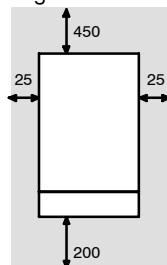

fig. 5.1
- Lasciare intorno all'apparecchio le distanze minime indicate in fig. 5.1.